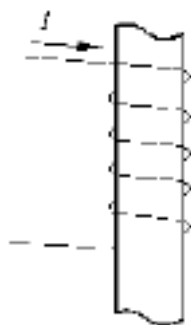

图 1.1
1.1 通电螺线管电流方向如图 1.1 所示，请画出磁力线方向。